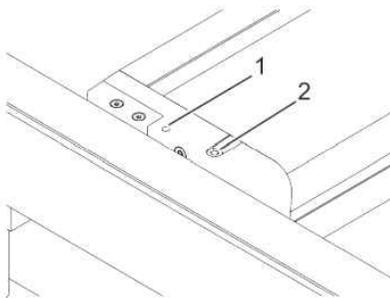

Abb. 24: Gegenzugband fixieren
10. ➔ Bandhaken (Abb. 24/2) mit einem TX30-Schlüssel in Richtung der Führungsschiene drehen. Das Gegenzugband dabei durch Ziehen entlasten.
Gegenzugband entlasten und mit einem dünnen Innensechskantschlüssel (4 mm) in die Öffnung (Abb. 24/1) drücken, um den Bandhaken freizugeben. Am gelösten Gegenzugband ziehen, bis der Bandhaken vorn ist, und das Gegenzugband aus dem Bandhaken aushängen.